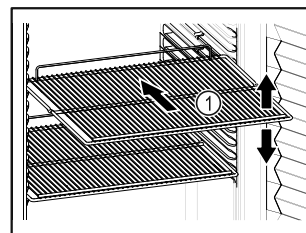

Fig. 59 Beispielhafte Darstellung
- Wenn Abstellroste Fig. 59 (1) versetzbar sind, je nach Höhe anpassen.